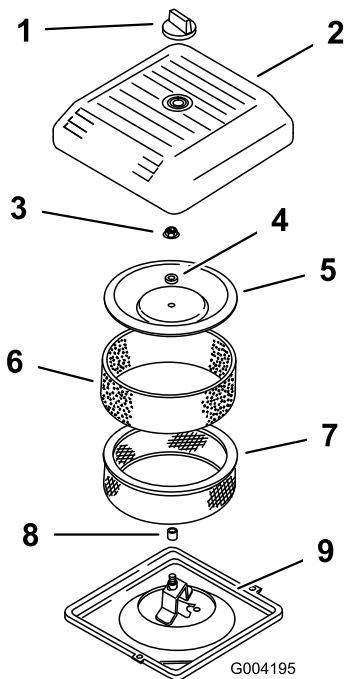

Figura 17
2. Desenrosque el pomo y retire la cubierta del limpiador de aire (Figura 17).
3. Deslice cuidadosamente el pre-filtro de gomaespuma para separarlo del elemento de papel (Figura 17).
4. Desenrosque la tuerca de la tapa y retire la tapa, el espaciador y el filtro de papel (Figura 17).
2. Coloque el conjunto del limpiador de aire sobre su base (Figura 17).
3. Instale la tapa y el espaciador y fíjelos con la tuerca de la tapa (Figura 17). Apriete la tuerca a 95 pulgadas-libra (10,7 Nm).
4. Instale la tapa del limpiador de aire y sujétela con el pomo (Figura 17).